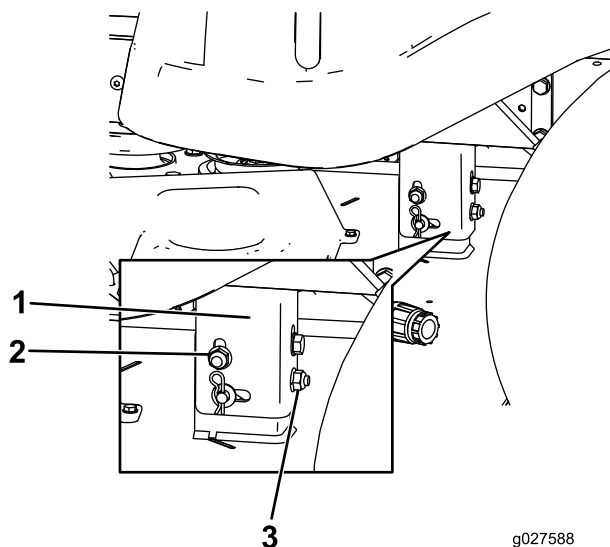

Bild 70
8. Drehen Sie die hintere Mutter, um die linke Seite des Mähwerks anzuheben oder abzusenken (Bild 70).
Hinweis: Drehen Sie die hintere Mutter nach rechts, um das Mähwerk anzuheben, oder nach links, um es abzusenken (Bild 70).